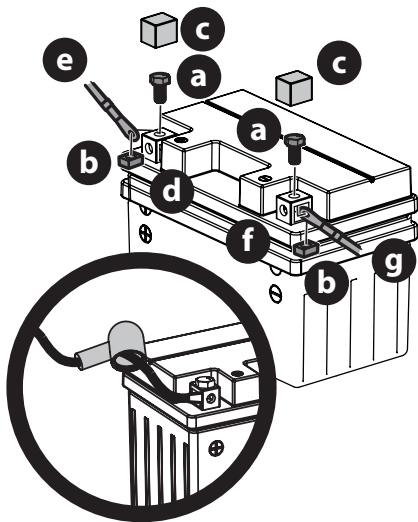

Fig. 14
la bolsa que acompaña a este manual. Guarde las piezas para uso posterior (Fig. 14).
- Extraiga la cubierta de plástico (c), si la hay, del borne positivo de la batería (d) y fije el cable rojo (e) al borne positivo de la batería (d) con uno de los tornillos hexagonales (a) y las tuercas cuadradas (b), del paso 1. Use un destornillador Philips (Fig. 14).
- Coloque el capuchón de caucho rojo por encima del borne positivo de la batería para protegerlo contra la corrosión. Consulte el recuadro de la Fig. 14.
- Extraiga la cubierta de plástico (c), si la hay, del borne negativo de la batería (f) y conecte el cable negro (g) al borne negativo de la batería (f) con el tornillo hexagonal (a) y la tuerca cuadrada (b) restantes (Fig. 14).